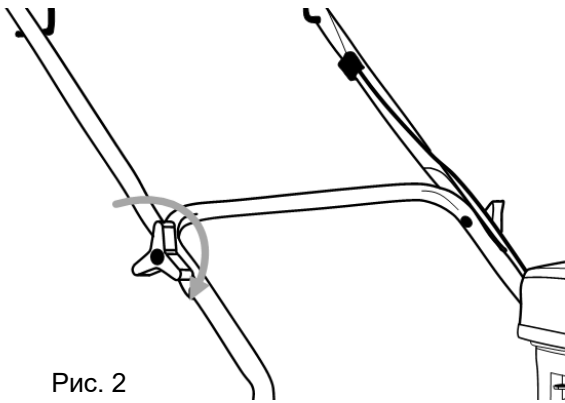

Рис. 2
2. При помощи болтов и барашковых гаек закрепите верхнюю часть рукоятки, см. рис.2.